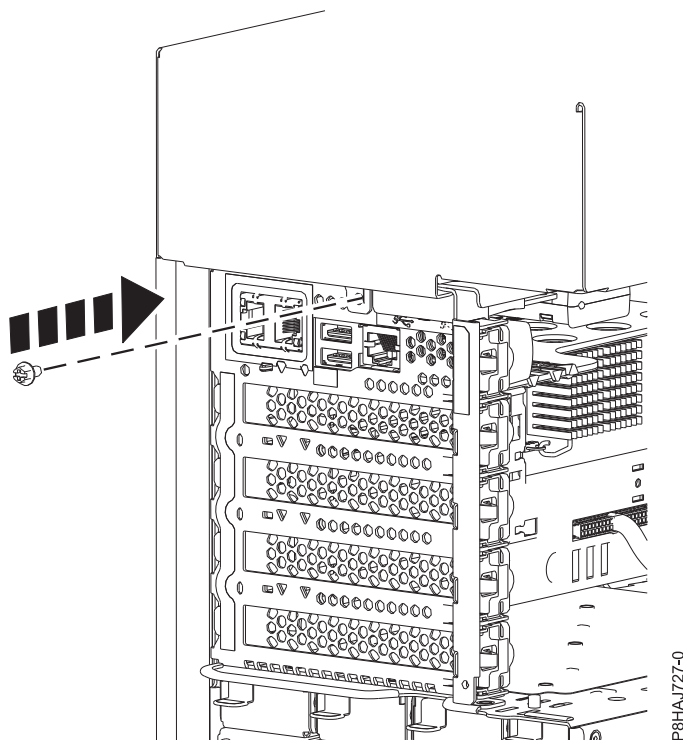

Figura 21. Col·locació del cargol de la coberta lateral model 8286-41A
5. Col·loqueu el cargol posterior de la coberta lateral amb un tornavís Phillips, tal com es mostra a la Figura 21 a la pàgina 38.